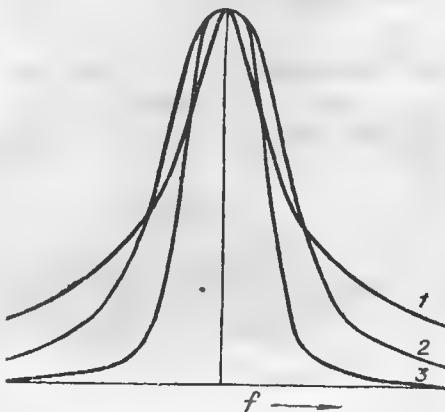

Рис. 16
сильная связь (катушки ближе или конденсатор C меньше); кривая 0 изображает для сравнения кривую резонанса одного контура. Для целей радиоприема, повидимому, наиболее выгодным являются такие связи между контурами, при которых кривая приближается к форме 2. На рис. 16 даны для сравнения кривые для одного контура (1) и для фильтров из двух (2) и трех (3) контуров в подобных предельных условиях.